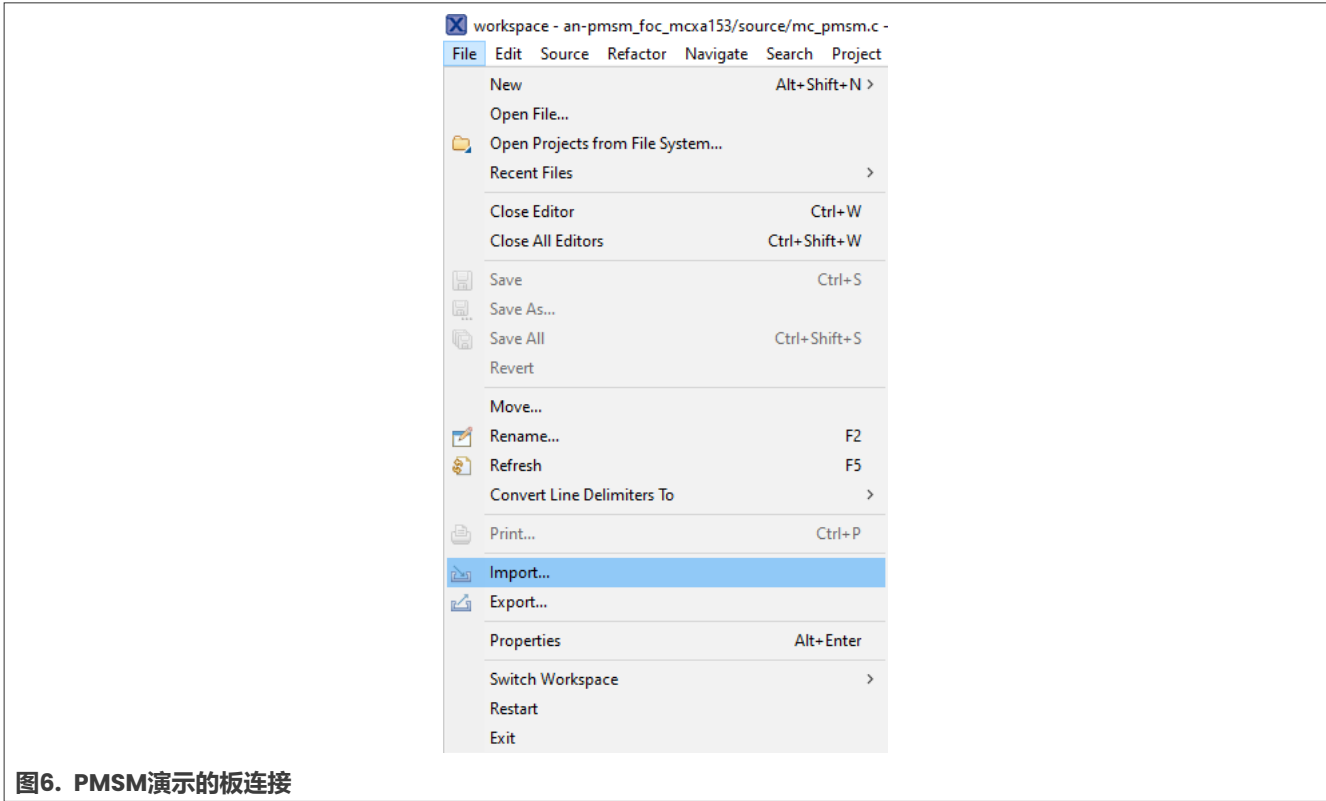

图6. PMSM演示的板连接
4. 打开版本不低于11.8的MCUXpresso集成开发环境，选择**File > Import**（Git代码库：<https://github.com/nxp-appcodehub/an-pmsm-foc-mcxa153>），如图6所示。